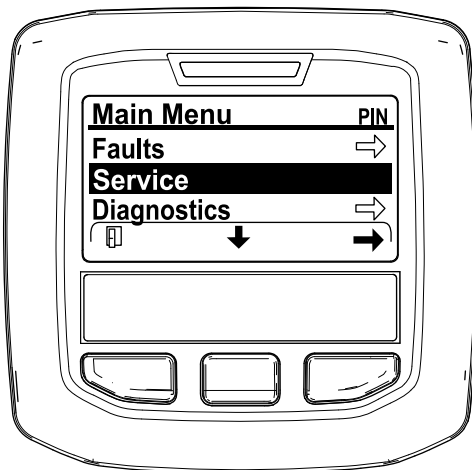

Figure 49
2. Naviguez jusqu'au MENU PRINCIPAL, appuyez sur le bouton central pour parcourir le menu MENU ENTRETIEN, et appuyez sur le bouton droit pour sélectionner l'option ENTRETIEN (Figure 49).